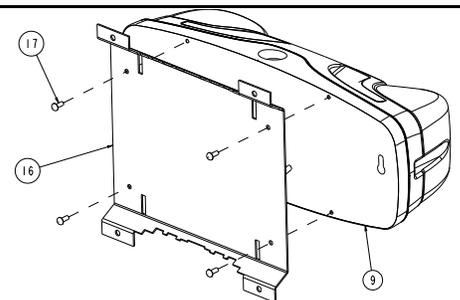

Figure 4
- Sur la plaque arrière, enlever les trous défonçables correspondant au format de boîte appropriée. Les trous de serrure peuvent aussi être utilisés pour plus de solidité (voir figure 4).
- Pour ce type de montage, une plaque de montage universelle (voir pièce 16 figure 4) doit être commandée séparément. Enlever le trou défonçable situé sur le dessus de l'unité pour le raccordement à l'aide d'un conduit rigide.
- Installer la plaque de montage sur la plaque arrière tel que montré sur la figure 4. Ne pas installer le joint d'étanchéité (9) sur la plaque arrière. N.B. Ce type de montage n'est pas certifié NSF (pour l'industrie alimentaire).